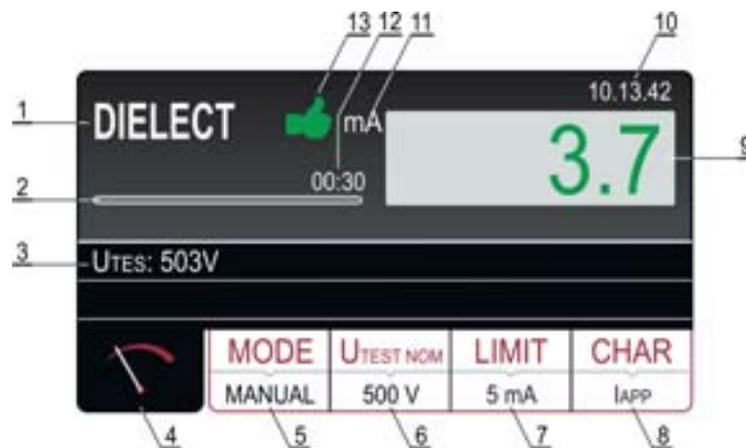

Abb. 13: Bildschirmseite der Testergebnisse der SPANNUNGSFESTIGKEIT
- Das Messergebnis wird auf dem Display in grün erscheinen, wenn das Ergebnis niedriger oder gleich dem eingestellten Grenzwert ist. Das Endergebnis wird vom grünen Symbol und einem kurzen Signalton (Ergebnis OK) begleitet. Falls eine Überschreitung während des Tests erfolgt, wird der Test automatisch gestoppt und der Grenzwert des Teststroms in rot angezeigt, zusammen mit dem roten Symbol und einem längeren Signalton. Die Abbildung 13 zeigt ein Beispiel von einer Bildschirmseite mit den Messergebnissen.